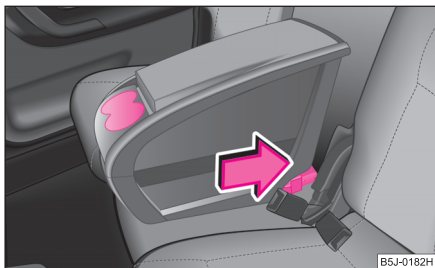

Fig. 89 Cutia de depozitare
- Împingeți apoi brațele de fixare ale cutiei de depozitare în inelele de susținere ale suportului de fixare, până se fixează cu zgomot ⇒ fig. 89.